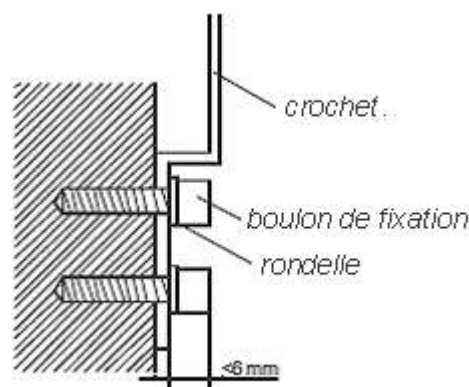

Fig. 1-8
1. Fixez le crochet au mur à l'aide du boulon de fixation (voir Fig. 1-8).